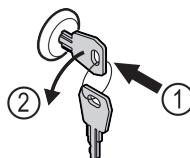

Fig. 177
- Ispauskite raktą. Fig. 177 (1)
- Pasukite raktą 90° prieš laikrodžio rodyklę. Fig. 177 (2)